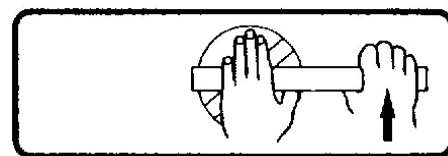

Figure 5- Utiliser un forcer la barre ou le conseil qui comme a indiqué pour enlever ou resserrer la couverture de piège
- Si la pompe n'est pas en aspiration Immergée système, dévisser et retirer piège couvrir (voir figure 5); piège de remplissage et pompe avec de l'eau.
2. Enlever la couverture de piège et utiliser de l'air de pression bas pour souffler de l'eau accumulée du système battant. Utiliser un forcer la barre ou le conseil pour enlever les couvertures de piège qui a été ovetightened ou a pris une série et ne peut pas être enlevé à la main. Les ergots ont été fournis sur le couvercle de piège pour utiliser le levier ou force la barre pour desserrer (voit la Figure 5).